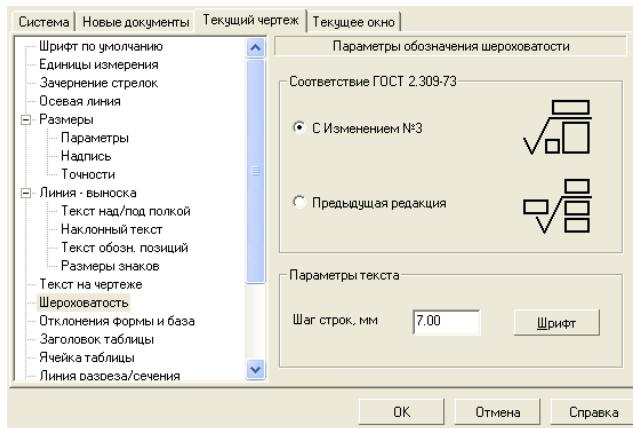

Рисунок 8.13 – Диалоговое окно Параметры с открытой вкладкой Текущий чертеж и панелью Параметры обозначения шероховатости
– щелкните в дереве элементов на вкладке *Текущий чертеж* по пункту *Шероховатость*. В правой части появится панель *Параметры обозначения шероховатости*, показанная на рисунок 8.13.